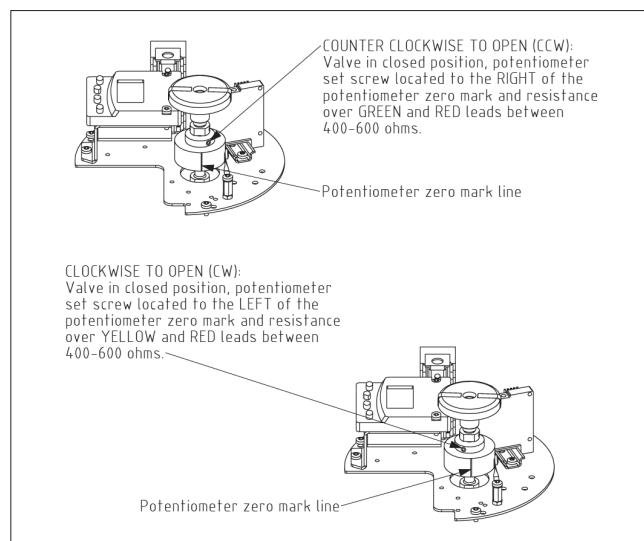

Fig. 48. Fonctionnement du potentiomètre.
- Ajustez l'unité potentiomètre à l'angle correct en tournant sa section interne (la partie cylindrique de plus petit diamètre du côté supérieur de l'unité). L'angle correct dépend du sens de fonctionnement de la vanne ; CCW ou CW pour l'ouverture (cf. Fig. 48). Le repère d'axe central sur le côté du potentiomètre vous aide à l'aligner en position initiale. Assurez-vous que la vanne et l'axe restent immobiles en position fermée lors de l'ajustement de l'orientation du potentiomètre.